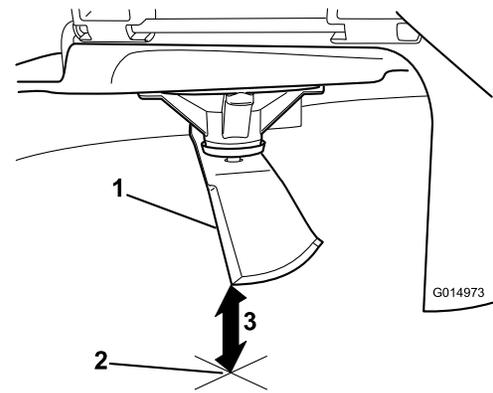

Bild 58
5. Messen Sie von der Messerspitze bis zu ebenen Fläche (Bild 58).